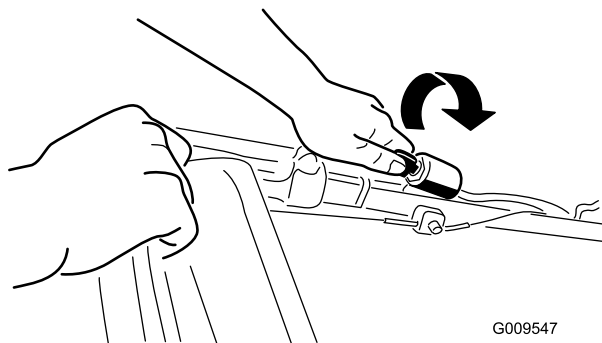
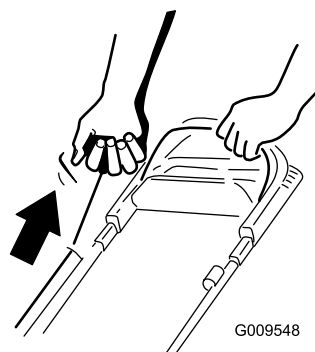

Рисунок 14
Рисунок 15
2. Поверните ключ зажигания (Рисунок 14) (только для модели с электрическим запуском) или потяните за ручку механического стартера (Рисунок 15).
Примечание: Слегка потяните за ручку стартера без усилия до тех пор, пока не почувствуете сопротивление, после чего резко дерните ее (Рисунок 15). Дайте тросу медленно вернуться в ручку.